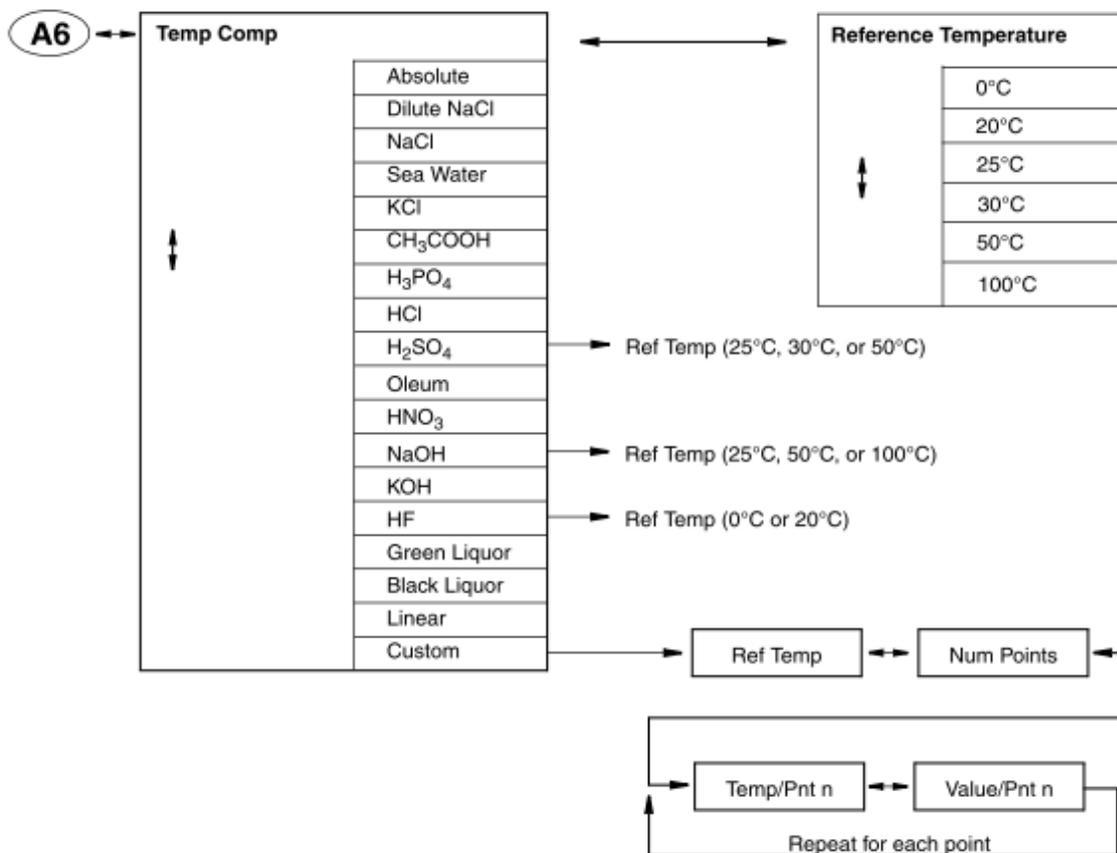

図 21
- ・「7. 設定の確認及び変更」を参照頂き、設定したい温度補正内容を下記の図 21 フローを参照して設定下さい。